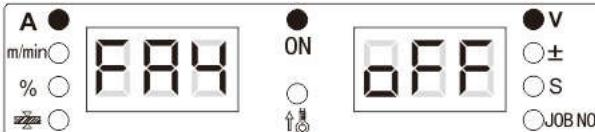

Рисунок 3-20. Отображение функции FA4 на цифровых дисплеях
- Поворотом регулятора панели управления установите выбор функции FA4 (см. Рисунок 3-20).